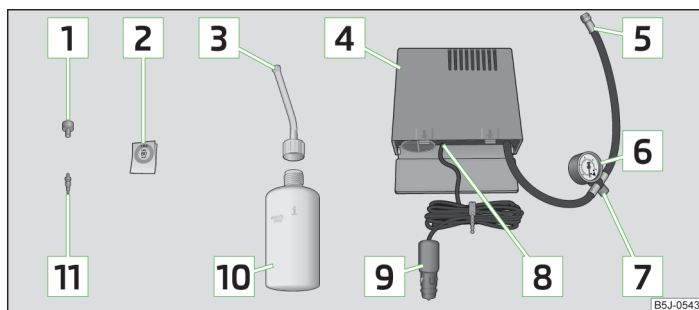

Fig. 145 Composants du kit de dépannage
- Collez l'autocollant » fig. 145 à la page 193 sur le tableau de bord dans le champ de vision du conducteur.
- Secouez énergiquement le flacon de produit de colmatage des pneus » fig. 145 à la page 193 pendant quelques secondes.
- Vissez fermement le flexible de gonflage des pneus [5] » fig. 145 à la page 193 du gonfleur sur la valve du pneu.